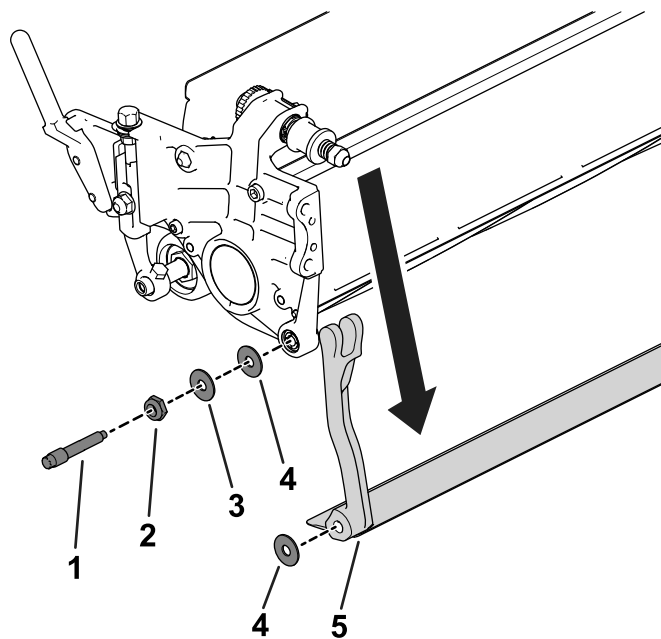

図 19
- 機体の左右それぞれの側で、 図 19 に示すロックナットをゆるめる。
- 各ベッドバーボルトを抜いてベッドバーを下に引き抜いてカッティングユニットから外す 図 19。
ベッドバーの両端にそれぞれスチールワッシャ 2 枚とプラスチックワッシャが 1 枚ずつあるので注意する 図 19。
- サイドプレートのボスの両側にナイロンワッシャを入れる。その外側からスチール製ワッシャを取り付ける (図 19)。